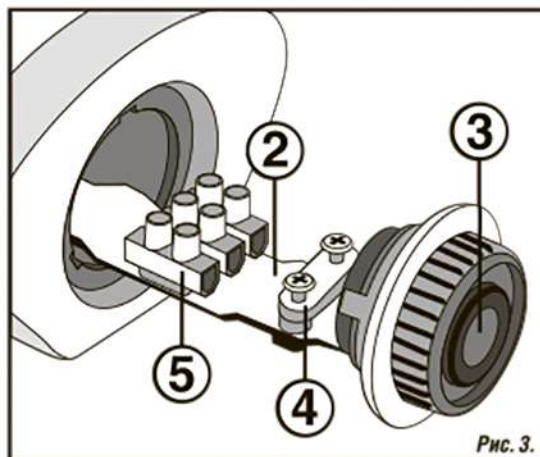

Рис. 3.
- Введите сетевую кабель через гермоввод (3), пропустите его через зажимную колодку (4) и закрутите прижимные винты до плотной фиксации сетевого кабеля. Рис. 3.